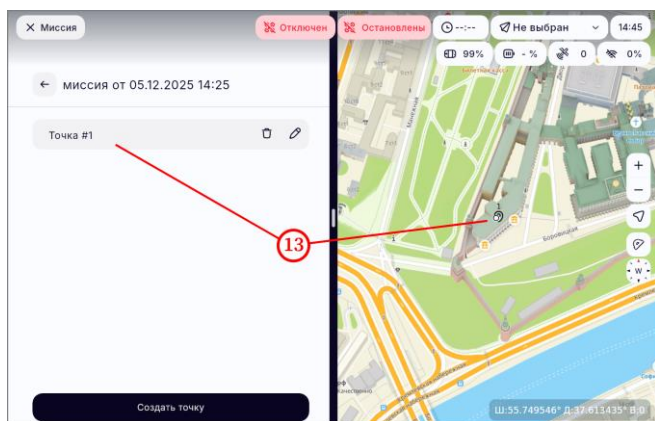

Рисунок 50
- проконтролировать отображение точки на карте местности и в составе миссии (рисунок 50, шаг 13);